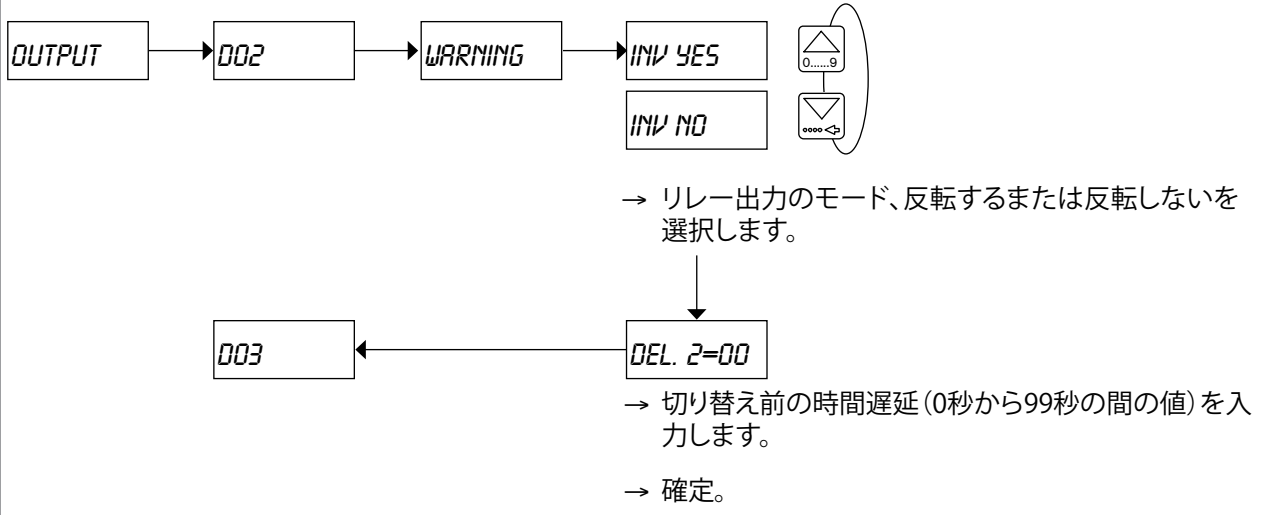

図 38: 警告メッセージの信号化用のDO2またはDO3リレー出力のコンフィギュレーション
- 装置が警告メッセージを生成した場合の負荷の切り替えのため。図 38を参照。